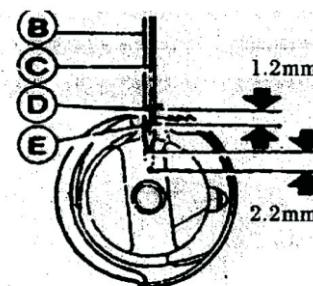

图3
3、旋梭与机针的定时调节：(见图3)转动手轮使机针B处在最底点后，再将机针B上升2.2-2.5毫米。这时旋梭上的勾线尖端D因与机右侧勾线缺口相交触，并且交触点应高于机针孔中心E1-1.2毫米。因为以上操作具体尺寸均为目测，要求操作者一定要小心、准确。